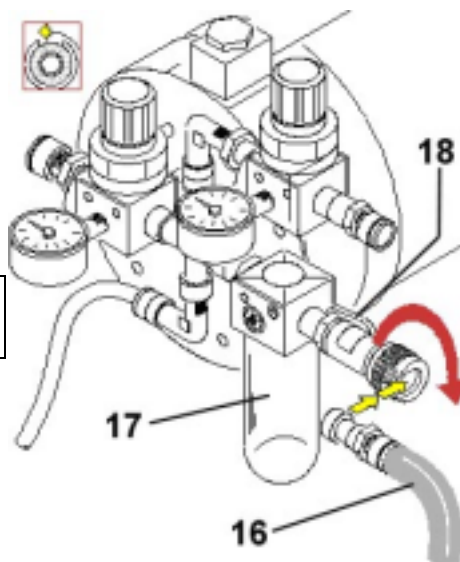

Fig.20
9 Agganciare il tubo di alimentazione (16) (fig.20) dell'aria compressa proveniente dalla rete (utilizzare solamente aria deumidificata).